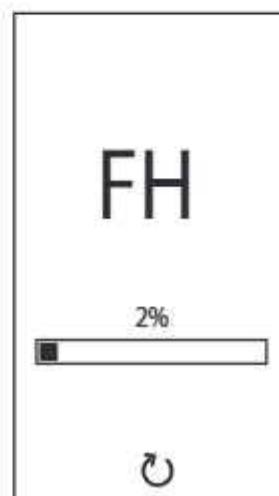

Рис. 7- Выпуск воздуха с включенным вентилятором
- В течение следующих 120 секунд на дисплее высвечивается символ FH, обозначающий режим стравливания воздуха из системы отопления (Рис. 7).